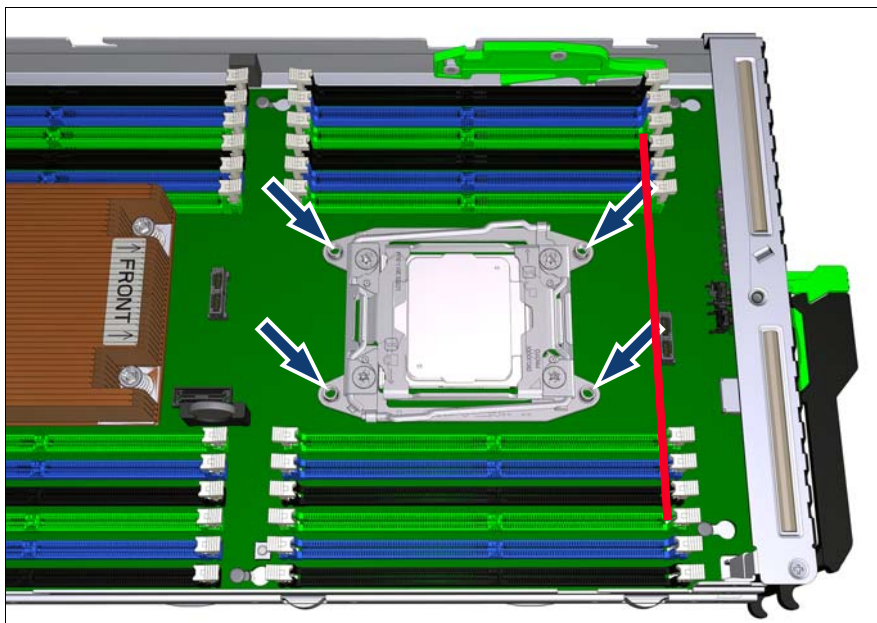

図 73: CPU 2 のヒートシンクの取り付け
- ▶ ヒートシンクをプロセッサソケットの 4 つのネジ穴に合わせます（187 ページ の 図 73 を参照）。